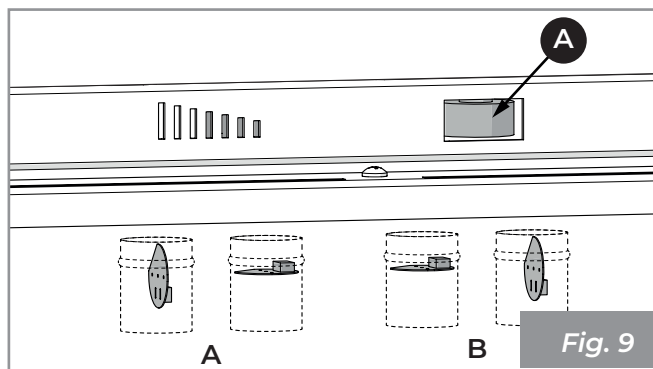

Fig. 9
Pour modifier l'ouverture de la vanne de fumée, tourner la molette rainurée (A) vers la gauche (fermeture) ou vers la droite (ouverture). Il est possible de visualiser l'état d'ouverture sur l'échelle graduée située à gauche de la commande (Fig. 9).